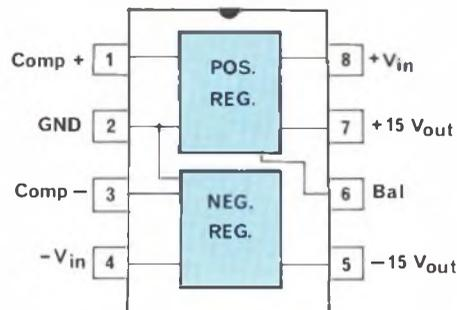
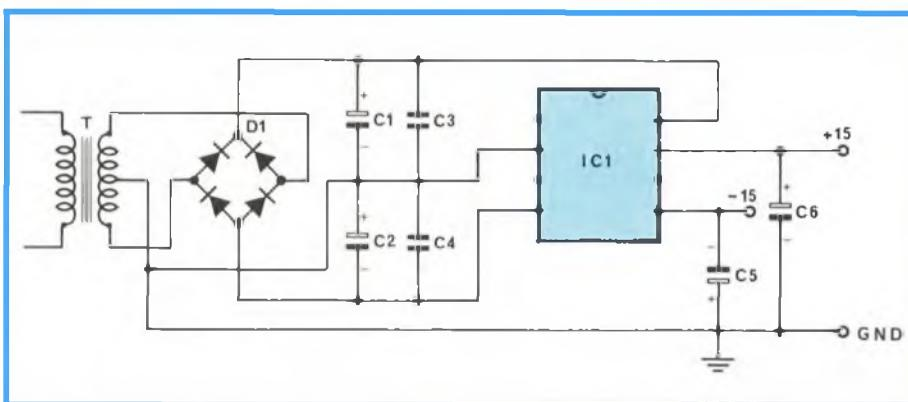

Fig. 6 - Disposizione piedini del regolatore duale 4195.
Fig. 7 - Schema elettrico dell'alimentatore da  $\pm 15$  V.
Per ottenerla, noi abbiamo utilizzato un regolatore integrato dell'ultima generazione del tipo 4195, anche questo prodotto dalla Raytheon con la sigla RC 4195 e contemporaneamente dalla Exar con la sigla XR 4195. In fig. 6 diamo la disposizione dei piedini di questo integrato, mentre in fig. 7 è dato lo schema dell'alimentatore che da in uscita  $+15$  V.
**ELENCO DEI COMPONENTI DI FIG. 7**